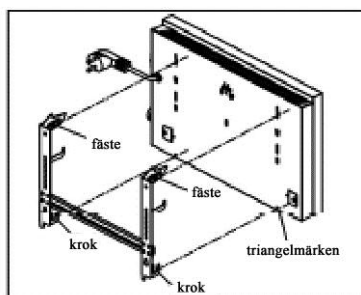

Fig. 3
- 3) Montera värmaren på hållaren; se till att kroken på hållaren matchar med facket på baksidan av värmaren (triangelmärken). Ställ fästet på hållaren i linje med facket på baksidan av värmaren. Tryck fästet på hållaren ordentligt i hålet tills den sitter säkert (bild 3).